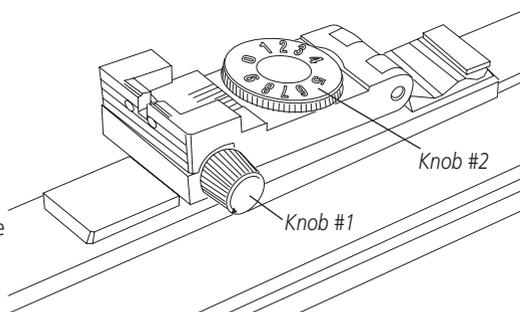

Fig. 3
- Si le projectile est à gauche de la cible, tourner le KNOB1 dans le sens des aiguilles d'une montre. (Fig. 3)
- Si le projectile est à droite de la cible, tourner le KNOB1 dans le sens contraire des aiguilles d'une montre. (Fig. 3)
- Si le projectile est trop haut, tourner KNOB2 dans le sens des aiguilles d'une montre. (Fig. 3)
- Si le projectile est trop bas, tourner KNOB2 dans le sens contraire des aiguilles d'une montre. (Fig. 3)